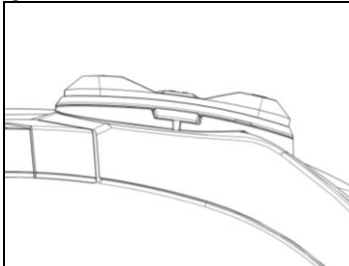

Fig. 21
- Fäst knappsatsen vid hjälmen genom att klicka på de särskilda krokarna (Fig. 21).